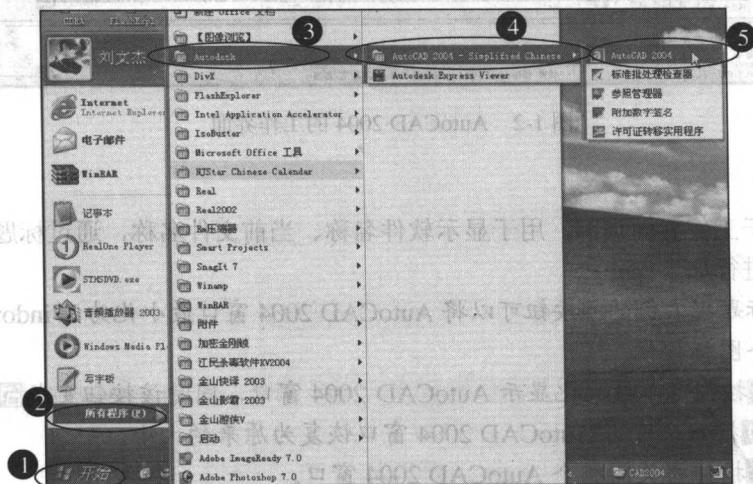

图 1-1 从开始菜单启动 AutoCAD 2004
- 选择[开始]▶[所有程序]▶[Autodesk]▶[AutoCAD 2004-Simplified Chinese]▶[AutoCAD 2004]菜单命令,如图 1-1 所示。